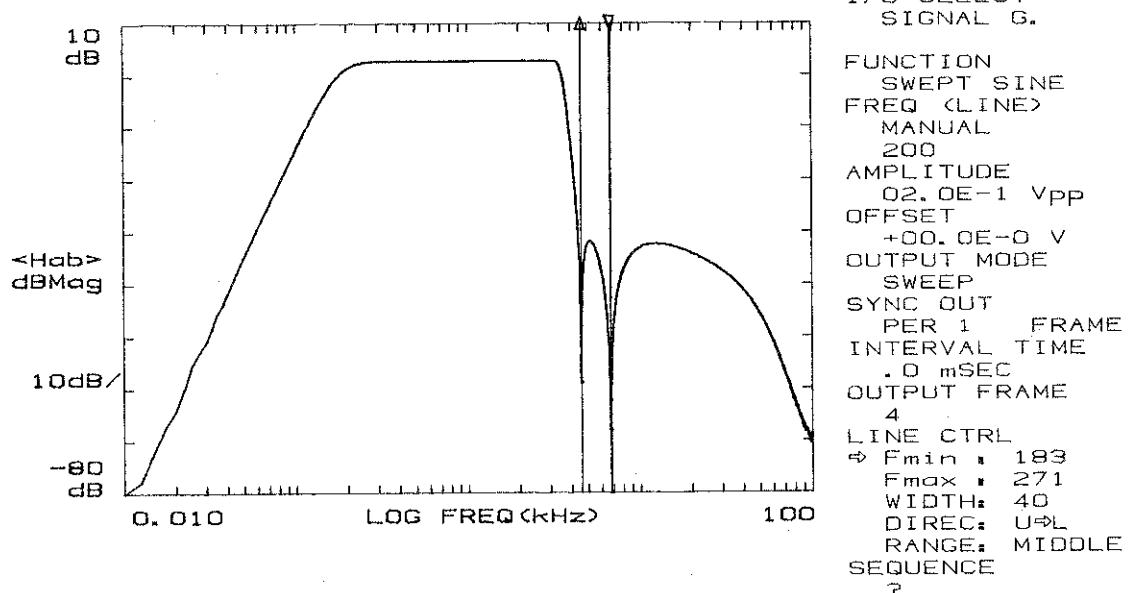

図 4-129-3
⑥ 縦カーソルを Fmax に設定したい周波数まで移動します。
⑦  ( 図 4-129-3 参照 )